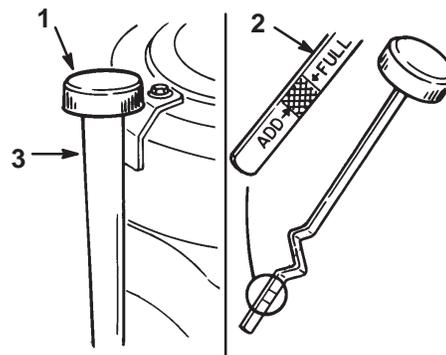

Abbildung 20
3. Den Bereich um den Ölpeilstab (Abb. 20) herum reinigen, damit kein Schmutz in die Einfüllöffnung fallen und den Motor beschädigen kann.
4. Den Ölpeilstab losschrauben und das Metallende sauberwischen (Abb. 20).
5. Den Ölpeilstab ganz in das Einfüllrohr schieben, nicht auf das Rohr drehen (Abb. 20). Den Ölpeilstab wieder herausziehen und den Ölstand kontrollieren. Ist der Ölstand zu niedrig, nur soviel Öl in das Einfüllrohr gießen, bis die Markierung "FULL" erreicht ist.